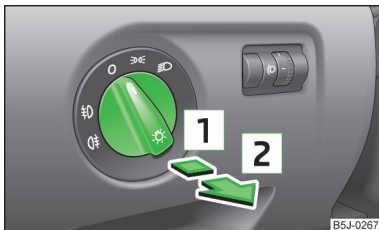

Abb. 43
- Zunächst den Lichtschalter » **Abb. 43** in Stellung \Rightarrow oder \Rightarrow drehen.
- Zunächst den Lichtschalter » **Abb. 43** auf Seite 63 in Stellung \Rightarrow oder \Rightarrow drehen.